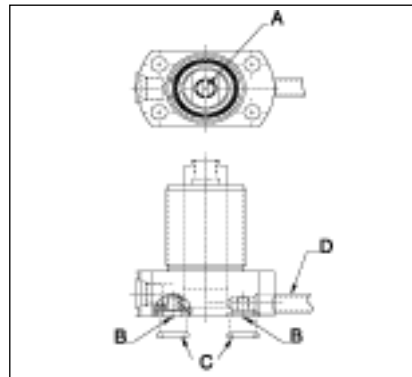

Figura 2
ser trabalhada no dispositivo. Caso o cilindro seja montado em manifold no dispositivo, através da entrada inferior, deve-se antes remover as tampas de entrada e as gaxetas de cobre. (ver item B, Figura 2). Lubrifique os "O rings"(anéis tipo "O") e instale-os (ver Figura 2) nos canais da conexão, antes de montar e aparafusar o cilindro tipo suporte. Certifique-se de que os "O-rings"(anéis tipo "O") não sejam "mordidos" ou danificados de qualquer forma, durante esta montagem, para evitar vazamentos. Para garantir que a montagem do manifold não apresenta vazamento, providencie uma superfície de montagem nivelada para o dispositivo, com uma precisão de 0.08 mm e que a rugosidade de superfície não ultrapasse Ra 0,8.
5. Caso haja risco da entrada de óleo de corte da usinagem, sujeira e cavacos no cilindro através do respiro de ventilação (ver Figura 2), coloque um tubo no respiro com uma linha que corre para uma área protegida de sujeira, óleo de corte, etc.